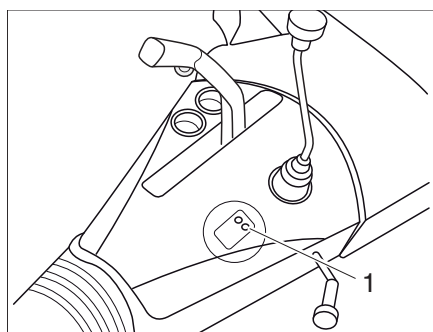

Fig. 3 LED del ATC (AL-KO Trailer Control)
- Enchufar el conector del ATC en el acoplamiento de remolque. Se realiza una prueba automática, el LED (Fig. 3,1) se enciende en rojo.
- Después de la prueba automática, el LED (Fig. 3,1) se vuelve verde, el ATC está activo. Si el LED no está en verde, el ATC no funciona correctamente, ver siguiente tabla.